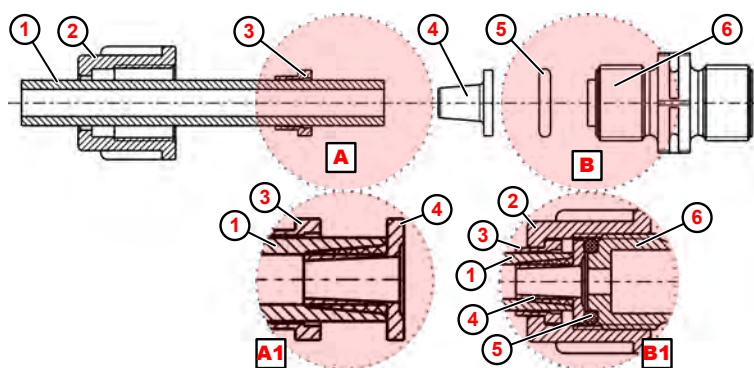

Fig. 18 : Raccord de conduit et flexible avec pièce conique
1. ➤ Couper droit le flexible (Fig. 18 , ①).
2. ➤ Enfiler l'écrou-raccord ② sur le flexible ① .
3. ➤ Enfiler la pièce de serrage ③ sur le flexible ① .
4. ➤ Pousser le flexible ① jusqu'à la collerette de butée sur la pièce conique ④ (détail Ⓐ1).
5. ➤ Glisser la pièce de serrage ③ vers la pièce conique ④ jusqu'à ce qu'une résistance soit perceptible.
6. ➤ Placer le joint torique ⑤ dans la rainure de la soupape d'aspiration ou de refoulement ⑥ .
7. ➤ Serrer l'écrou-raccord ② à fond (détail Ⓑ1).